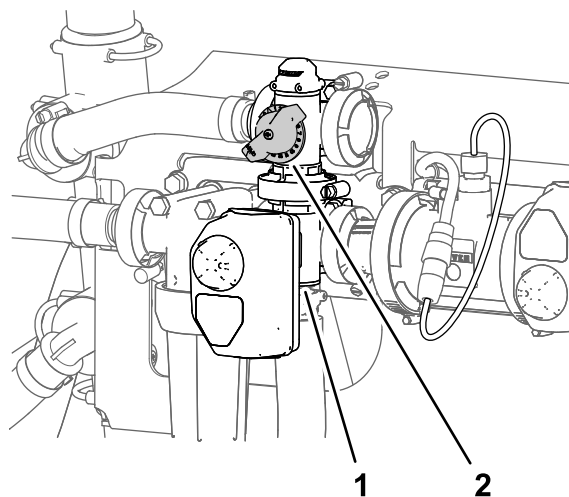

图 36
11. 调整搅拌阀背面的搅拌旁通阀图 36 直至压力表上打药机系统压力读数为 6.89bar。